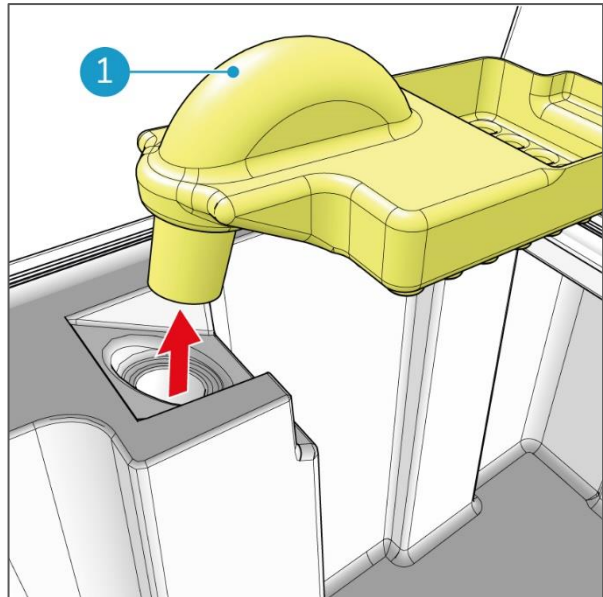

Figura 50
1. Sacar la entrada de agua de recuperación (Figura 50, pos. 1).